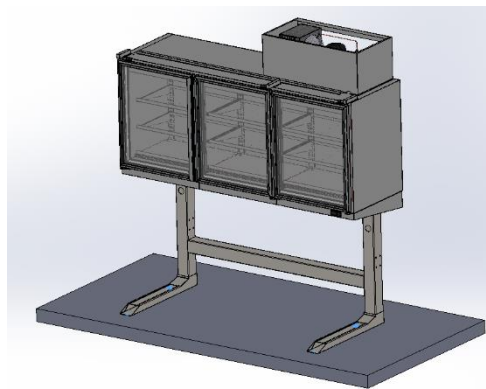

Рис. 6.1.5. Положення підставки для експлуатації вітрини.
3. Підняти підставку у верхнє положення, зафіксувати гвинтами і болтами (рис. 6.1.5).